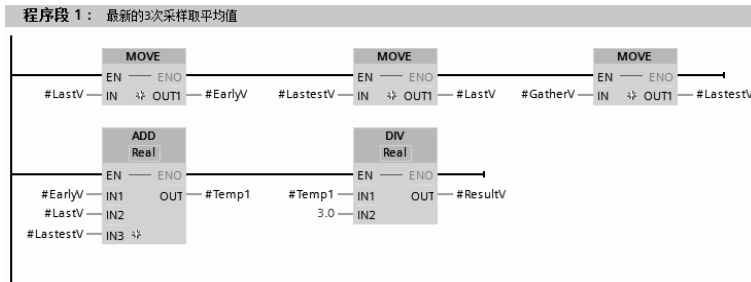

图 5-10 FC1 中的梯形图
② 在 FC1 中，编写滤波梯形图程序，如图 5-10 所示。